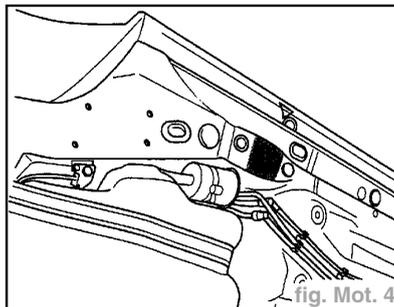

fig. Mot. 4
- les deux points d'ancrage arrière se trouvent sur les deux longerons, derrière, à la hauteur de la marque sur le bas de caisse (fig. Mot. 4).